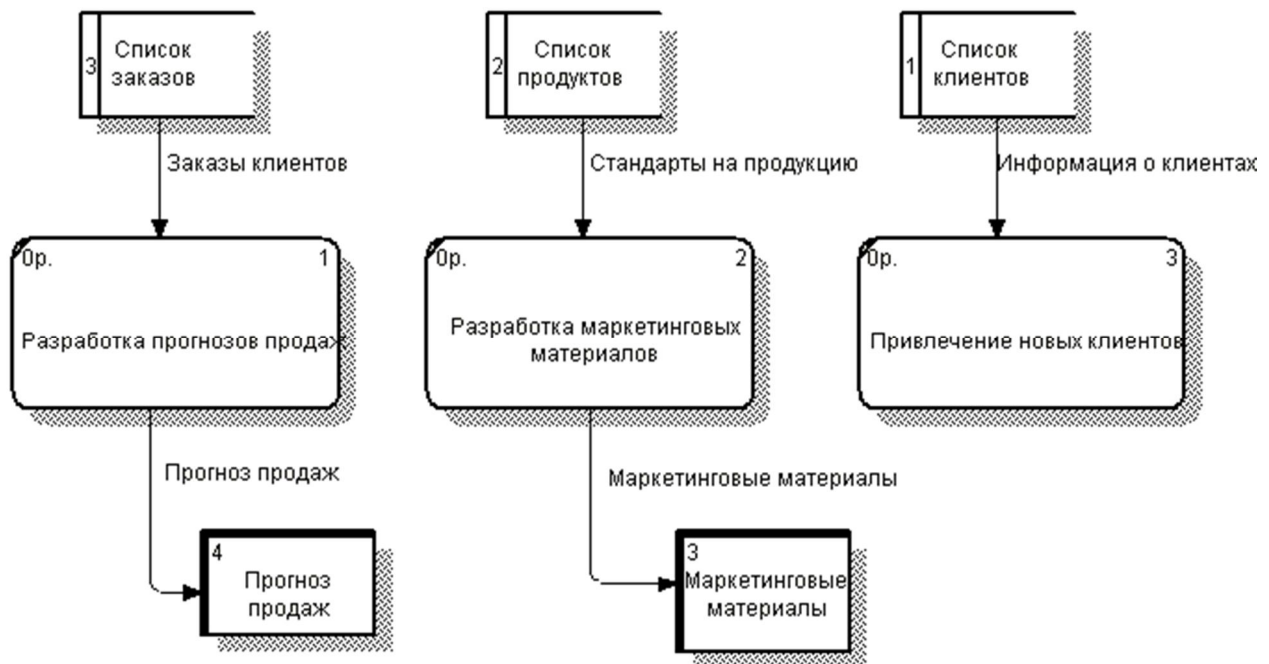

Рис. 28. Другая диаграмма DFD
7. Свяжите  объекты диаграмм стрелками, как показано на рис. 28. Для именования стрелок используйте словарь.